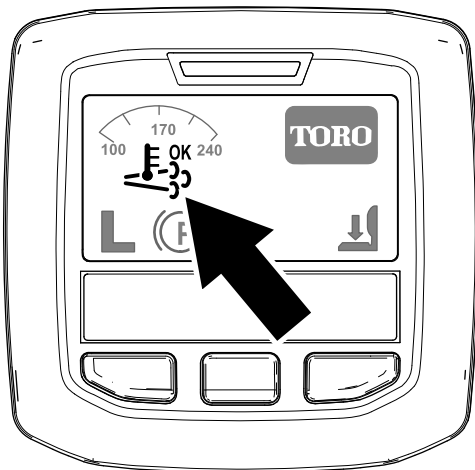

Figura 39
- O ícone da regeneração assistida/de reposição surge no InfoCenter (Figura 39).